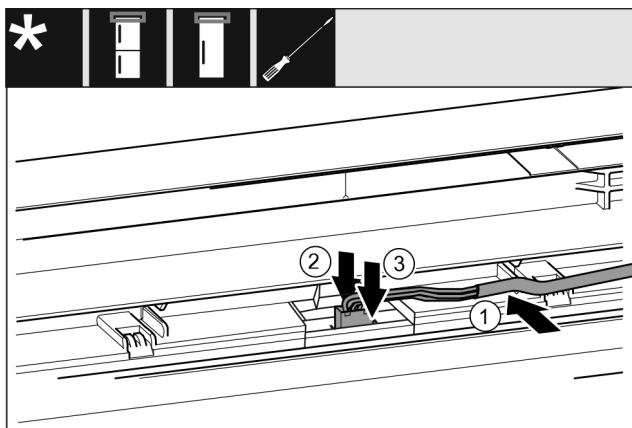

Fig. 44
- ▶ Graues Kabel in die Führung in der oberen Tür einlegen. Fig. 44 (1)
- ▶ Rastnase nach hinten drücken Fig. 44 (2)
- ▶ Stecker einrasten. Fig. 44 (3)